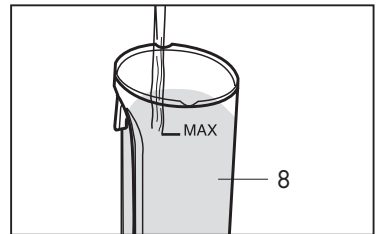

Abb. 2
- Den Behälter bis zur Markierung des maximalen Füllstands (MAX) füllen. (**Abb. 2**)